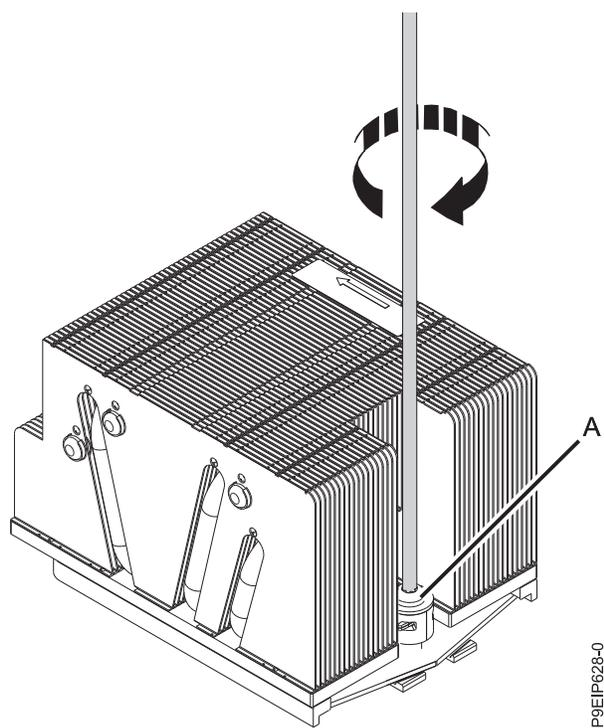

図 96. ロード・アームのねじを締める
10. #3 Phillips ドライバーでロード・アーム (A) のねじを締めます (図 96 を参照)。